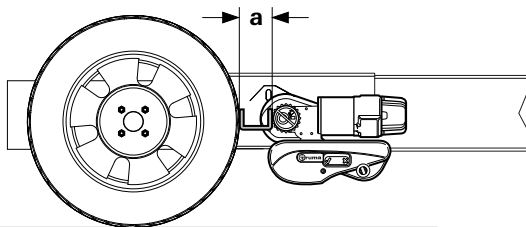

Abb. 37
- Durch Verschieben der Antriebseinheiten in Längsrichtung den korrekten Abstand (Abb. 37-a) zwischen Reifen und Antriebsrolle mit dem mitgelieferten Distanzblech einstellen. Das verschiebbare Verbindungsrohr erlaubt die Anpassung an die Rahmenbreite. Hierbei muss das Gewicht des Wohnwagens auf den Rädern lasten.